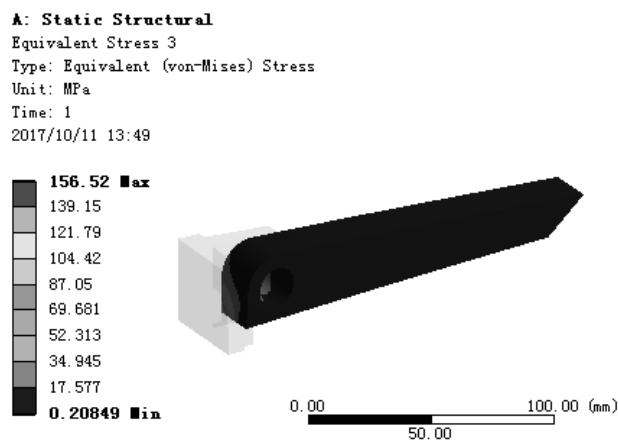

图 7.6.76 应力结果图解 (peg)
(5) 查看 peg 应力结果图解。在“Outline”窗口中选中  Equivalent Stress 3，查看图 7.6.76 所示的零件 peg 的应力结果，其最小应力为 0.20849MPa，其最大应力为 156.52 MPa。